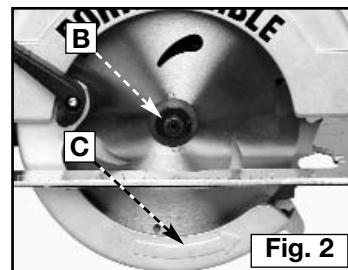

Fig. 2
2. Mientras mantiene el eje enganchado, use la llave incluida (B) Fig. 2, y desatornille el perno de fijación en sentido girando a la derecha
2. Limpie el patín (pestaña) interior y abra el protector telescopico y coloque una hoja afilada en el eje asegurando que los dientes apunten hacia adelante como está indicado en Fig. 2. Siga la dirección de la flecha en el guardia que se plega como un telescopio (C).
El protector telescopico (A) Fig. 2 es un dispositivo de seguridad muy importante para su protección. Cada vez que use la sierra, vea que el protector telescopico gire libremente y que regrese rápidamente y completamente a su posición cerrada. Por lo menos una vez al mes, limpie el área alrededor del cubo (eje) (B) del protector telescopico de todo el aserrín, resina, etc. que se haya acumulado. **NO LUBRIQUE ESTA AREA.** El cubo tiene una superficie con una capa de lubricante seco y no necesita aceite. **NUNCA** estorbe o encaje cuñas (piezas de madera) en el protector del disco para mantenerlo en su posición abierta.